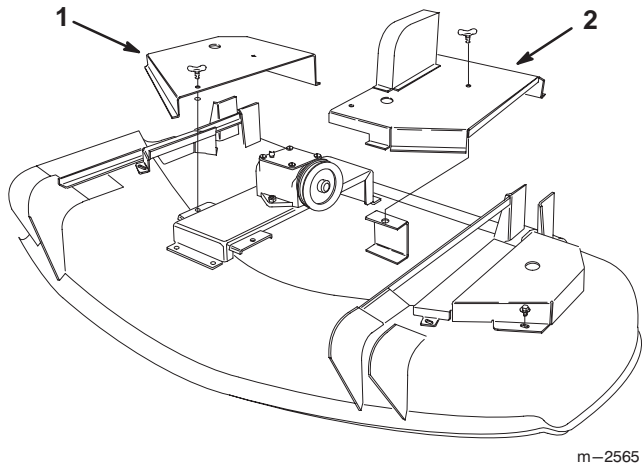

Bild 23
1. Drehen Sie die Flügelbolzen, mit denen die linke und rechte mittlere Abdeckung abgesichert werden um je eine viertel Umdrehung entgegen dem Uhrzeigersinn. Entfernen Sie dann beide mittleren Schneidwerkabdeckungen (Bild 23).
6. Bringen Sie die beiden mittleren Schneidwerkabdeckungen wieder an und drehen dann die beiden Flügelbolzen um eine viertel Umdrehung im Uhrzeigersinn, um die mittleren Abdeckungen am Schneidwerk abzusichern (Bild 23).